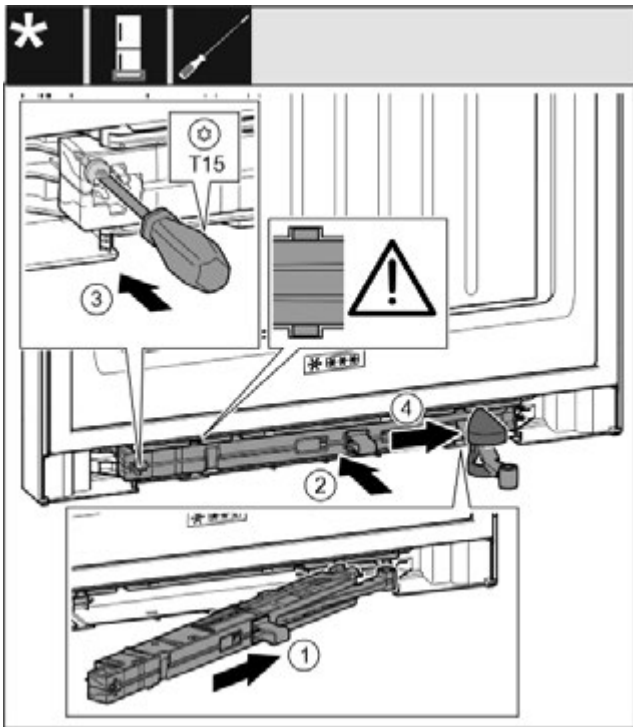

Fig. 36
- ▶ Під нахилом просуньте демпферний вузол з боку опорного кронштейна в отвір до упору. Fig. 36 (1)
- ▶ Повністю вставте демпферний вузол в отвір. Fig. 36 (2)
- ▶ Закрутіть гвинт за допомогою викрутки T15. Fig. 36 (3)
- ▶ Просуньте кришку через шарнір. Fig. 36 (4)